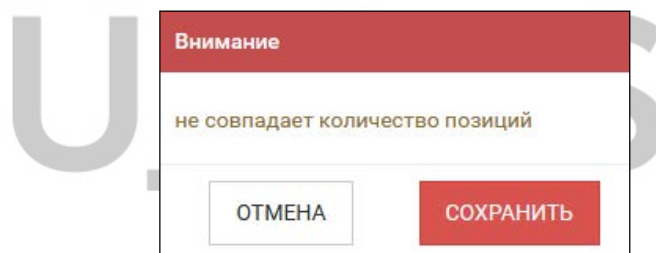

Рис. 149
**Количество** – количество позиций (строк), содержащихся в накладной (поле не обязательное для заполнения). При сохранении документа это количество будет сравниваться с реально введенным количеством и при расхождении система будет выдавать сообщение о несовпадении количества позиций (см. Рис. 149).